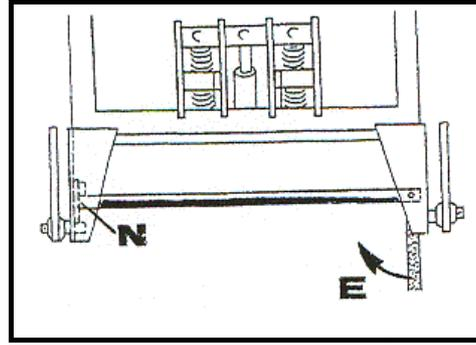

Abbildung 11: Abstellstütze
Schwenken Sie die Abstellstütze (siehe Abbildung 11, Pos. (E)) nach oben und **legen Sie** diese hinter dem Winkelblech (N) ab.
Senken Sie den Mäher ab und **bringen Sie** die beiden Stützfüße in Stellung (E) entsprechend Abbildung 11. **Sichern Sie** die Stützfüße jeweils über den Federstecker.